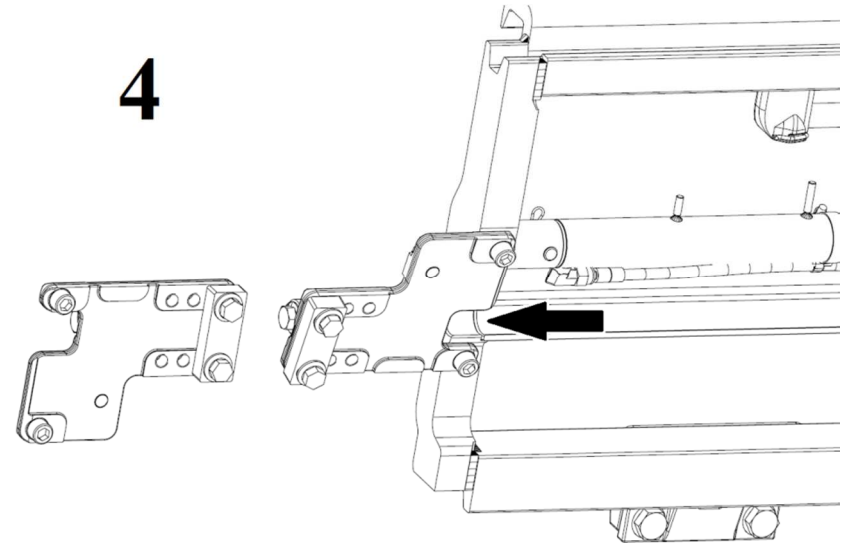

Abb. 042
7.4.2.7. die Zinkenhalterungen aus der Öffnung am rechten Seitenteil herausziehen, Abb. 042 (zum Herausziehen der Halterungen muss das Führungsrohr in seinem Sitz gedreht werden).